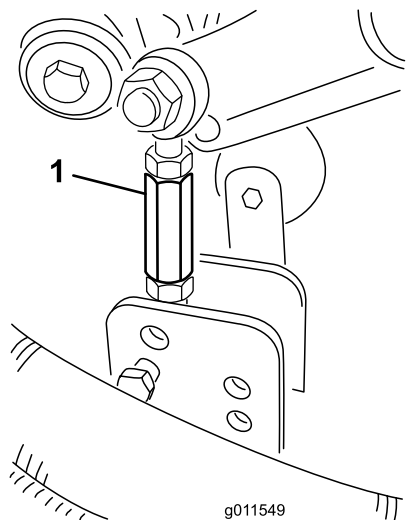
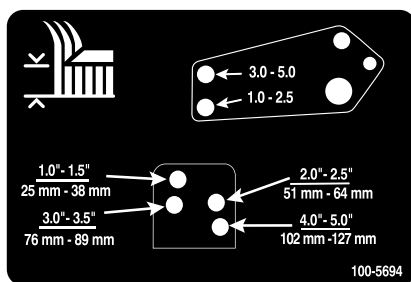

Figure 25
Figure 26
- Enlevez les goupilles fendues et les axes de chape qui fixent les biellettes d'amortisseurs aux supports du plateau de coupe (Figure 25). Alignez les trous de la biellette d'amortisseur avec ceux du support de hauteur de coupe sélectionnés dans le bâti des plateaux de coupe (Figure 26), puis insérez les axes de chape et posez les goupilles fendues.